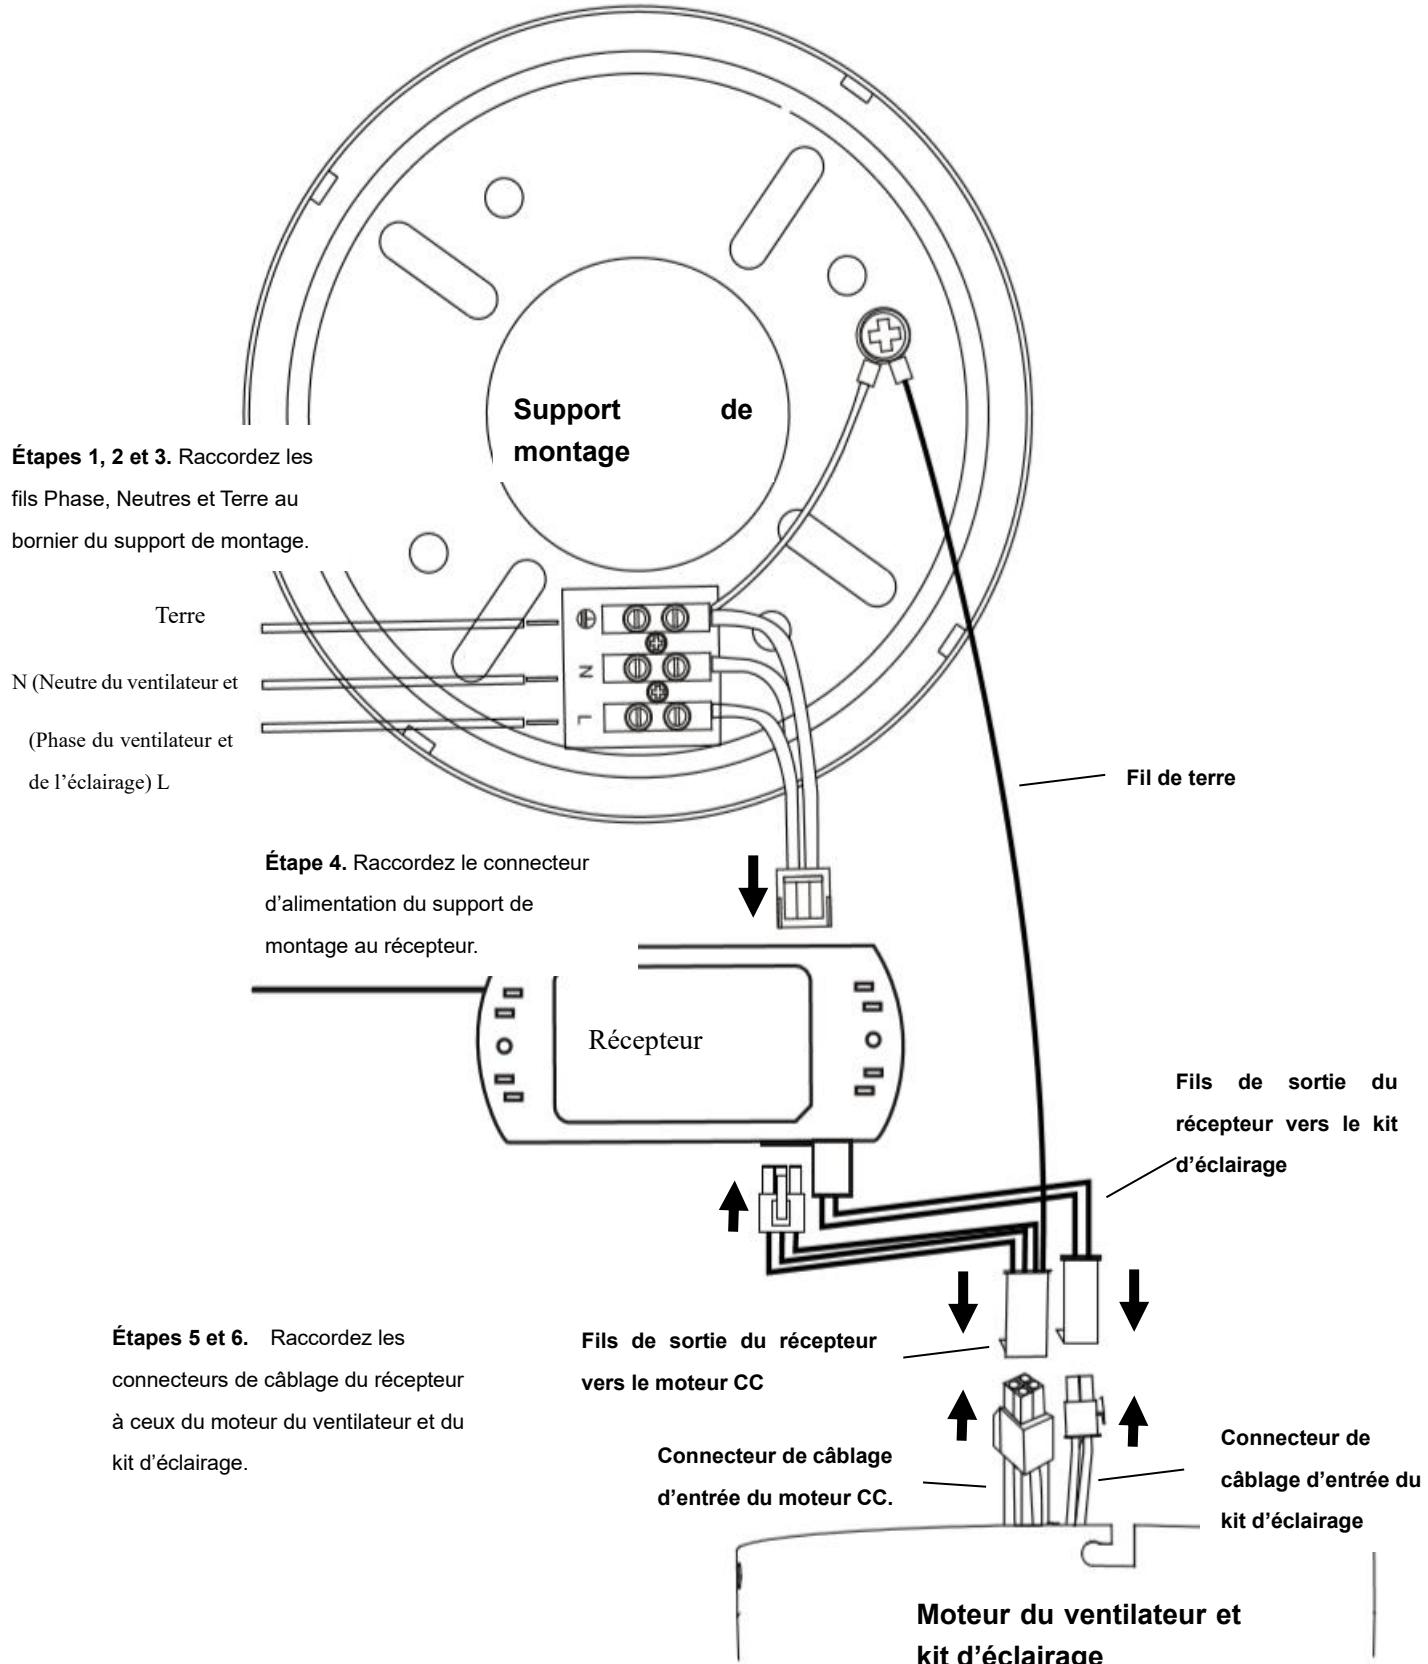

Fig. 4
**PRÉPARATION ET INSTALLATION DU CÂBLAGE ÉLECTRIQUE --- SCHÉMA DE CÂBLAGE (FIG. 4)**
**De l'alimentation secteur au bornier du support de montage : (Fig. 4)**
**Du support de montage au récepteur de la télécommande et au moteur : (Fig. 4)**
5. Raccordez les fils de sortie du pilote/récepteur du moteur CC (depuis le support de montage avec fil de terre) à la sortie du pilote/récepteur du moteur CC (**Fig. 4**). Raccordez les fils de sortie du pilote/récepteur du moteur CC avec fil de terre (depuis le support de montage avec fil de terre) à l'entrée du moteur du ventilateur (**Fig. 4**)